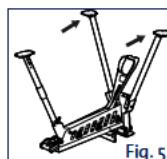

Fig. 5
3. Pivotez la patte avant (17) jusqu'à ce qu'elle s'enclenche en place. Voir Fig. 5.